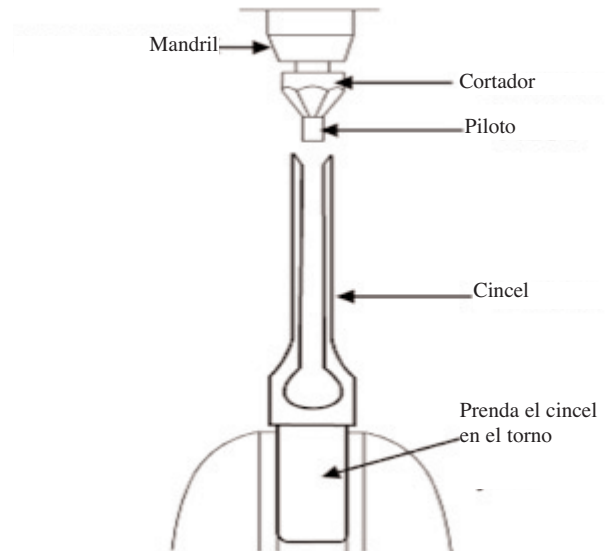

Figura 8
2. Afile el cincel con un cortador de fresa y piloto apropiado. (Las dimensiones del piloto difieren de acuerdo con las dimensiones del cincel). Dos o tres movimientos del mandril deben ser suficientes para afilar el cincel, como indicado en la figura 8.